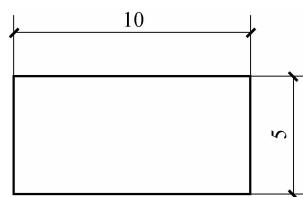

图 5-25 绘制任意矩形
(1) 绘制任意矩形，其长宽比例为 2：1，假设该矩形长度为 10，宽度为 5，如图 5-25 所示。